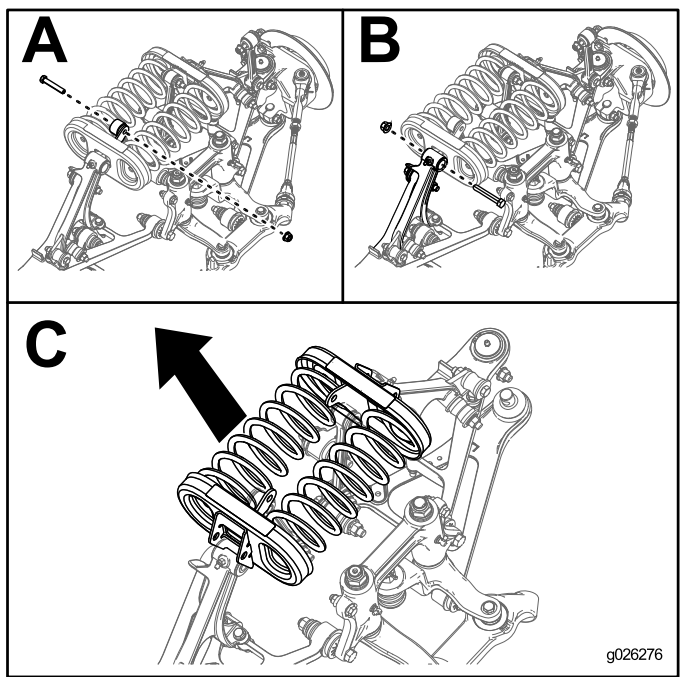

Figure 20
5. Retirez les boulons et les écrous au bout de chaque bielle de barre stabilisatrice (A de Figure 20).
6. Retirez les boulons et les écrous du bras de commande qui fixent chaque support de ressort (B de Figure 20).
7. Déposez les supports de ressort et les ressorts de la machine (C de Figure 20).